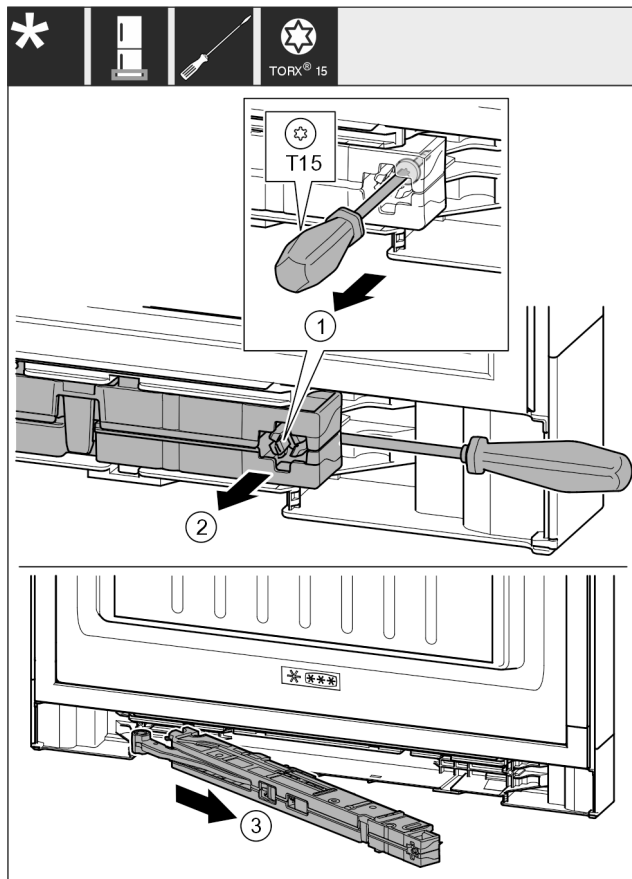

Fig. 21
- Desfaceți șurubul Fig. 21 (1) aprox. 14 mm de la unitatea amortizorului de închidere cu șurubelnița.
- Desprindeți cu o pârgie unitatea amortizorului de închidere Fig. 21 (2) de pe partea mânerului cu șurubelnița spre înainte.
- Extrageți unitatea amortizorului de închidere Fig. 21 (3).